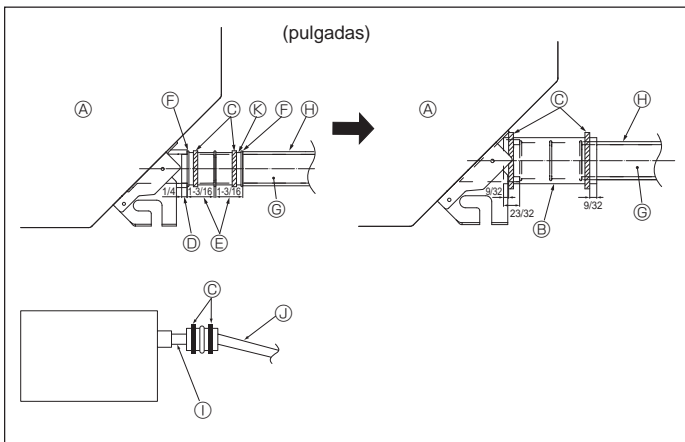

Fig. 3-2
1. Conecte el tubo de desagüe (suministrado con la unidad) al orificio de desagüe. (Fig. 3-2)